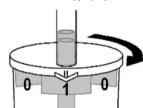

Abb. 3
4. 要捡起第一个息肉，转动容器，直到箭头指向数字“1”（图3）。